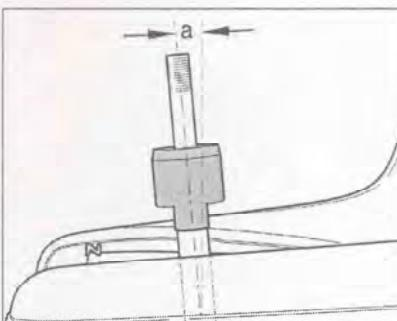

Рис. 7.31. Выровняйте рычаг переключения передач, чтобы он находился в вертикальном положении. При этом рычаг должен слегка отклоняться назад.
9. Выровняйте рычаг переключения передач, чтобы он находился в вертикальном положении. При этом рычаг должен слегка отклоняться назад (рис. 7.31).